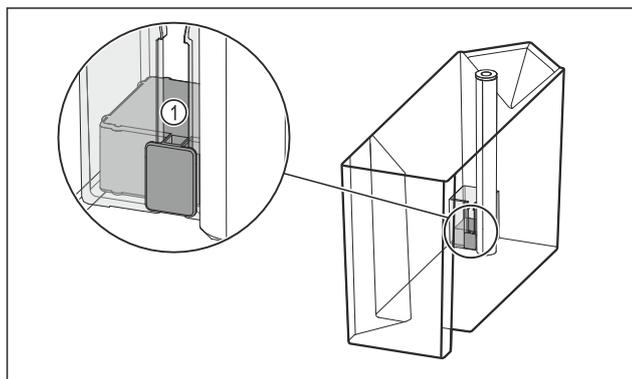

Fig. 98
- ▶ Compruebe que el flotador Fig. 98 (1) no esté atascado. Si el flotador está atascado: